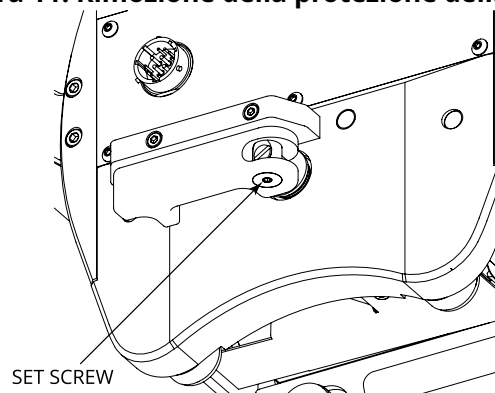

Figura 12: Vite di fermo della leva
2. Successivamente, allentare la vite di fermo situata nella parte inferiore dell'assieme della leva - vedere Figura 12: Vite di fermo della leva alla pagina A-10.